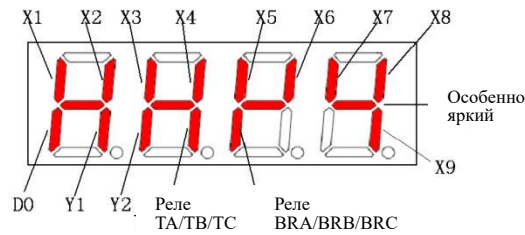

Рис. 6-28 Схема отображения текущего состояния статуса клемм
- ◆ Текущее состояние клемм отображается четырьмя цифрами на светодиодном дисплее без индикатора единиц измерения. Специфическое значение отображено на рис. 6-28